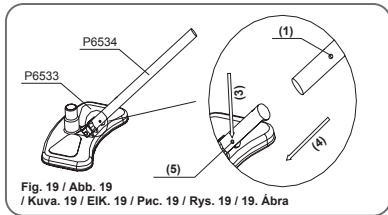

Fig. 19 / Abb. 19 / Kuva. 19 / EIK. 19 / Pvc. 19 / Rys. 19 / 19. Ábra
1. Connect the vacuum head (P6533) to the pole (P6534) ensuring the spring-loaded pins snap into the pre-drilled holes. (See Fig. 19)
1. Ligue a cabeça do aspirador (P6533) à haste (P6534) verificando que os pinos de mola encaixam nos orifícios existentes. (Veja Fig. 19)
1. Conecte el cabezal del dispositivo de vacío (P6533) al mango (P6534) asegurándose de que las clavijas accionadas por muelles se ajustan en los orificios pretaladrados. (Vea Fig. 19)
1. Den Saugerkopf (P6533) auf die Stange (P6534) aufsetzen und sicherstellen, dass die Federstifte in die vorgebohrten Löcher einrasten. (Siehe Abb. 19)
1. Sluit de zuikrop (P6533) aan op de paal (P6534) en zorg ervoor dat de veerplinnen in de voorgenoemde gaten springen. (Zie Fig. 19)
1. Unire la testa del sistema di aspirazione (P6533) all'asta (P6534) assicurandosi che le linguette a molla scattino in posizione. (Vedere Fig. 19).
1. Fixez la tête de l'aspirateur (P6533) au manche (P6534) en vous assurant que les languettes à ressort s'enclenchent dans les ouvertures percées. (Voir Fig. 19)
1. Наденьте головку вакуум-отсоса (P6533) на шест (P6534), при этом подпружиненные кнопки должны попасть в отверстия. (См. Рис. 19)